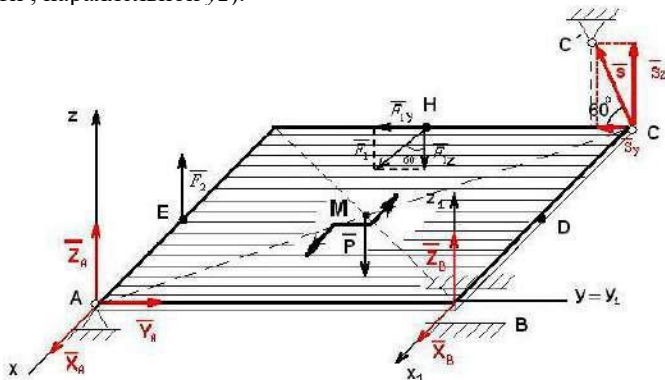

Рис. 61
2. Вводим систему отсчета  $BX_1Y_1Z_1$  (рис.61). Для полученной пространственной произвольной системы сил (рис.49) для определения шести неизвестных реакций опор –  $\overline{X_A}$ ,  $\overline{Y_A}$ ,  $\overline{Z_A}$ ,  $\overline{X_B}$ ,  $\overline{Z_B}$ ,  $\overline{S}$  – можно составить